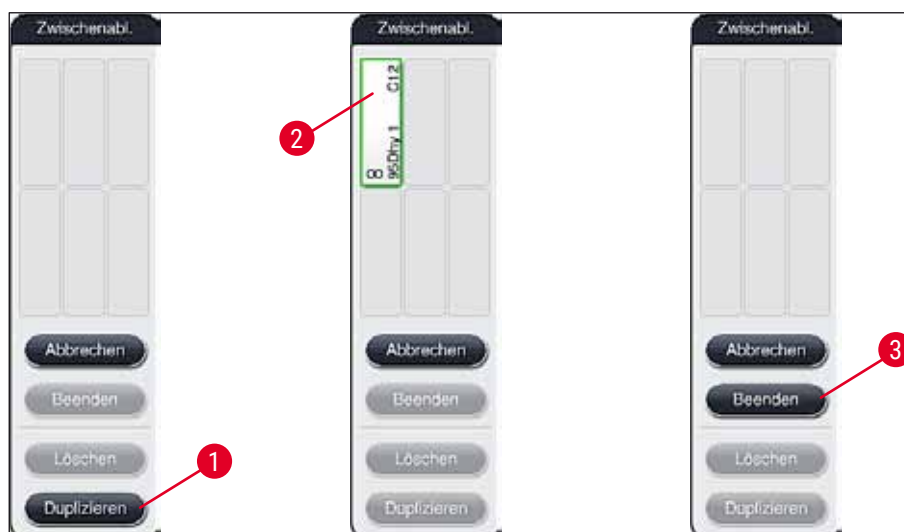

Abb. 53
2. Nachfolgende Meldung beachten und mit **Ok** bestätigen. Ein neues Fenster **Zwischenablage** (→ "Abb. 53") öffnet sich.